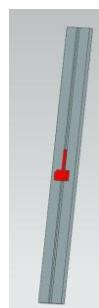

рис.37
- Выполните учебный пример (рис.37, 38). Необходимые детали возьмите из директории **Prim_Ves**. В этом примере непосредственно в режиме Симуляция кинематических механизмов сначала измерьте вес красного подвижного ползунка. Он составляет 11.032 Н (рис.40). И скалярная сила, которая действует на ползунок строго вверх, также должна быть равной этой величине. В результате ползунок стоит на месте. Но вы можете немного уменьшить или увеличить скалярную силу, и посмотреть – как начнет перемещаться ползунок.